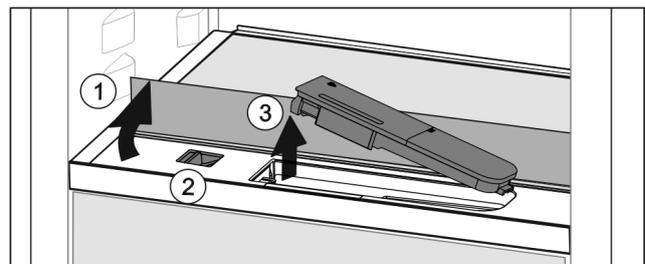

Fig. 57
- ▶ Glasplaat heffen en tot de aanslag naar achter klappen Fig. 57 (1).
- ▶ Schuif Fig. 57 (2) naar links schuiven.
- ▶ Waterreservoir eruit halen Fig. 57 (3).